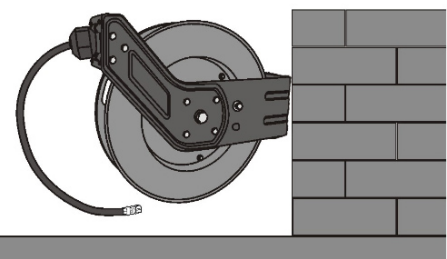

Fig.2: Montaje
Paso 1: seleccione una posición adecuada en la pared (Fig. 2).